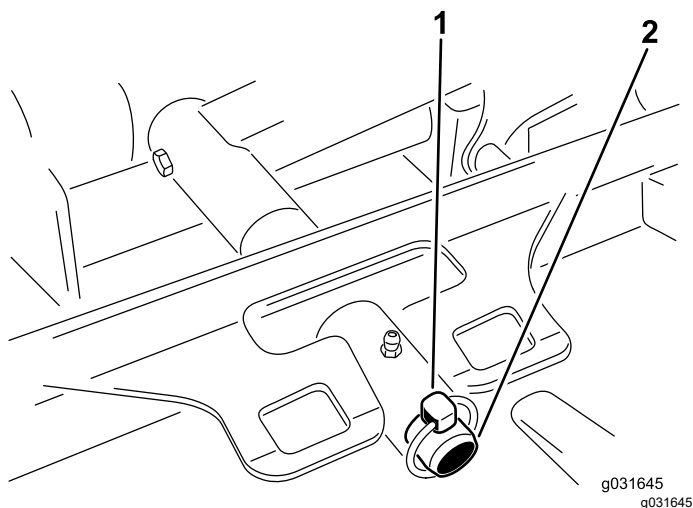

Рисунок 66
3. Снимите штифт с кольцом или крепежную гайку, с помощью которых несущая рама деки крепится к шарниру подъемного рычага (Рисунок 66).
3. Наденьте несущую раму деки на шарнирный палец подъемного рычага и закрепите ее при помощи штифта с кольцом и крепежной гайки (Рисунок 66).